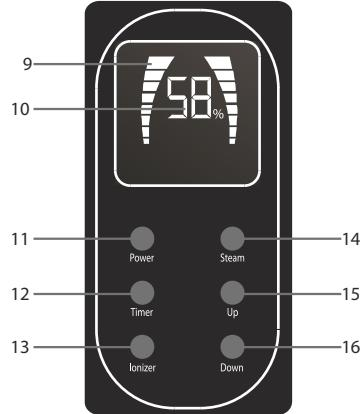

Fig. 2
7. OPERATION OF THE UNIT (Fig. 2)